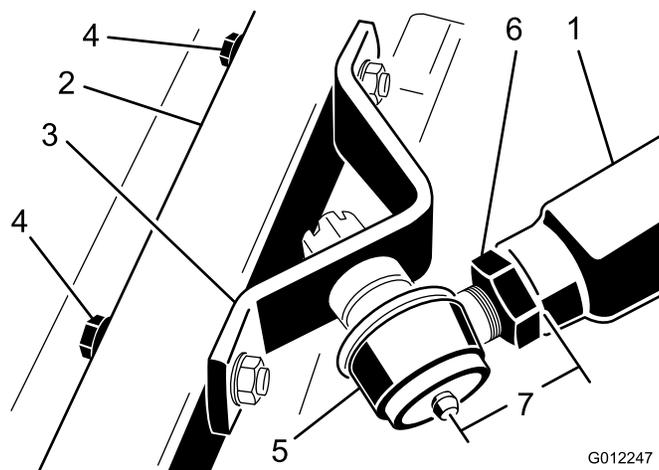

Bild 9
2. Drehen Sie das Kugelgelenk in den rechten Schubarm, bis die Mitte des Kugelgelenks ca. 60 mm von der Vorderseite des Schubarms entfernt ist (Bild 9).
6. Ziehen Sie die große Klemmmutter fest, mit der das Kugellager am Schubarm befestigt ist (Bild 9).